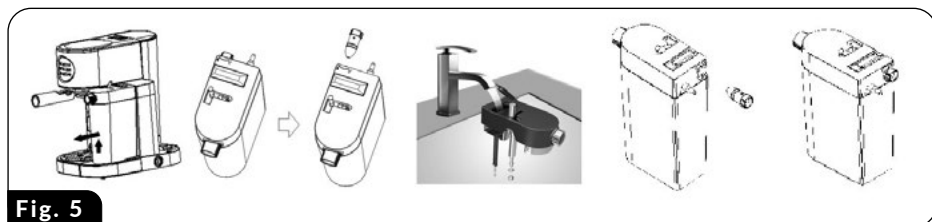

Fig. 5
3. Retire el café usado de los filtros (13), luego lave los filtros y el portafiltro (10) en agua tibia con un detergente suave, enjuague y seque. No lave los filtros y el matraz en el lavavajillas.
4. Limpie el filtro plano ubicado en el receptáculo del conjunto del portafiltro (5) con una toalla de papel para eliminar los residuos de café. Periódicamente, use un destornillador para desenroscar el filtro y enjuáguelo con agua. Compruebe la obstrucción de los agujeros en el filtro. Vuelva a atornillarlo en su lugar.
5. Para limpiar el tanque de leche, siga las instrucciones a continuación (fig.5):